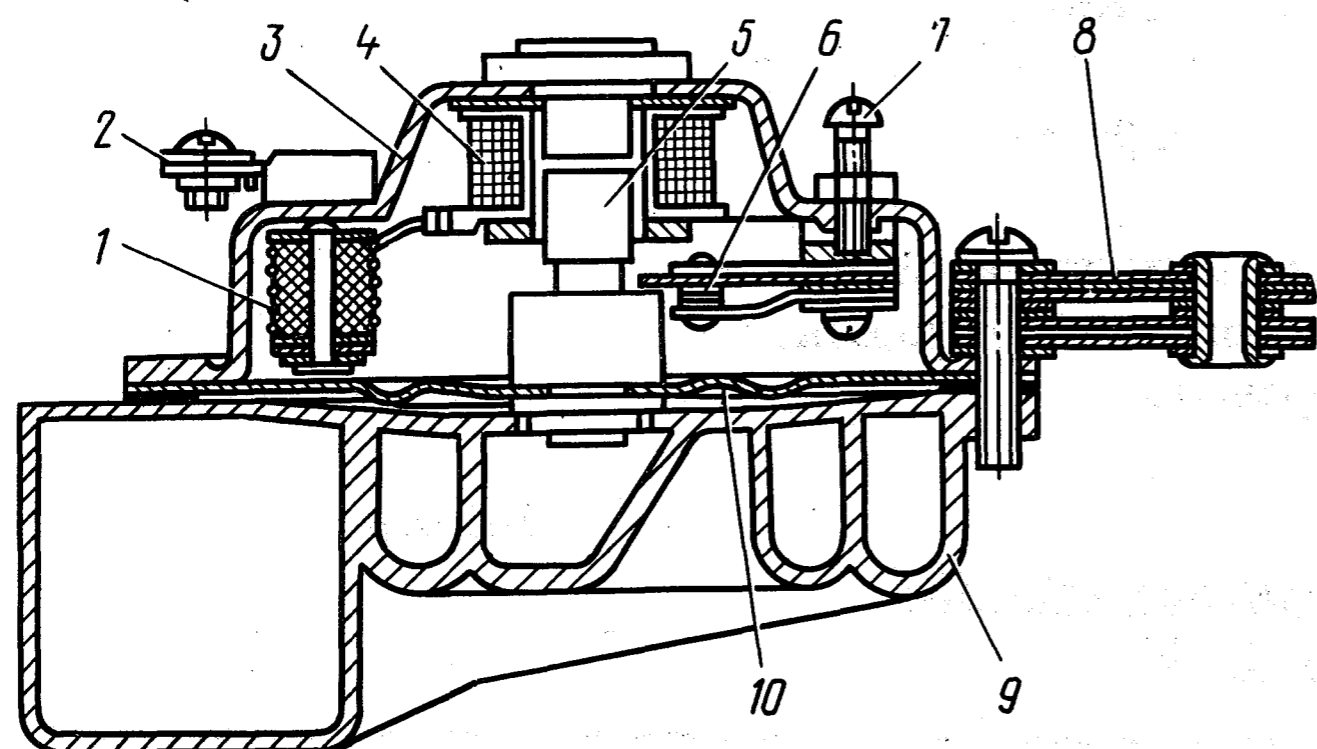

Рис. 254. Звуковой сигнал:
На автомобиле установлен комплект из двух тональных электромагнитных вибрационных сигналов С302-Г и С303-Г (рис. 254). Сигналы смонтированы на кронштейнах с рессорными подвесками и помещены между радиатором и облицовкой радиатора автомобиля.
2. Включить регулируемый сигнал и прослушать его работу. Если звук сигнала слабый, то необходимо произвести регулировку. Вращая винт 7 (см. рис. 254) на торце сигнала, добиться хорошего звучания.